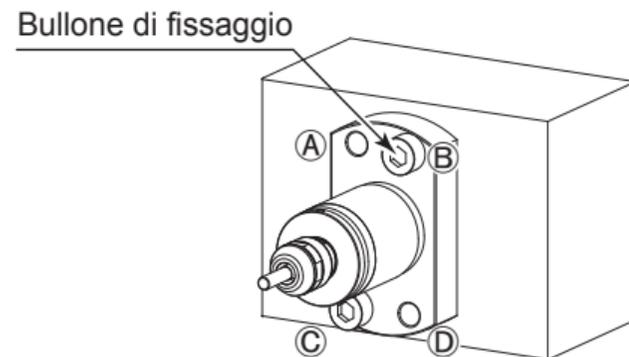

Fig. 42
- ③ Fissare il mandrino motore inserendolo nei fori svasati della flangia (2 punti: ① e ② / ③ e ④) con i bulloni come mostrato nelle figg. 14, 15, 16 e 17. Fare riferimento alla tabella 4 e alla fig. 42 (per BMF-319 / BMF-320 / BMF-322 / BMF-325).